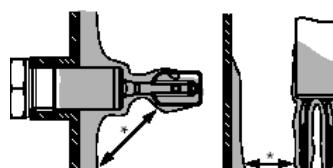

Рисунок 5
2.4.3 При установке в емкости лопатки плотномера должны полностью выступать внутрь и ориентироваться вертикально. При установке следует учитывать возможность налипания на лопатки вязких фракций. Для исключения влияния налипания следует увеличить дистанцию от камертонов до стенок емкости (рисунок 5).